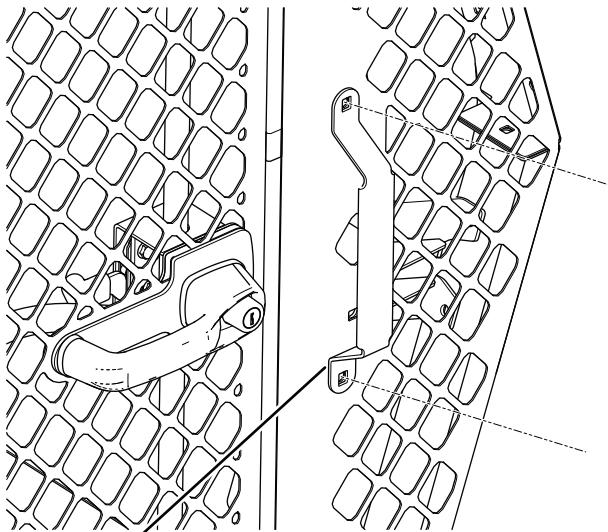

図 7
10. ボタンヘッドねじ $5/16 \times \frac{3}{4}''$ とフランジナット $5/16''$ で、左側サイドパネルにハンドルを取り付ける図 7。